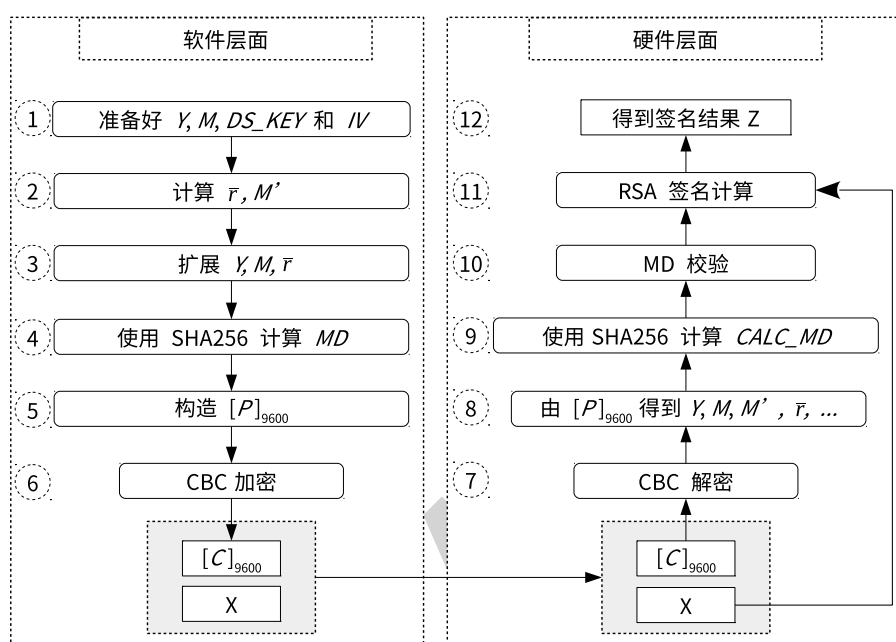

图 21-1. 软件准备工作与硬件工作流程
如果用户想使用 DS 模块进行数字签名，软件和硬件必须紧密配合才可以顺利完成，并且软件需要做一系列准备工作，如图 21-1 所示。图中左半边给出了在硬件开始 RSA 签名计算之前，软件需要做哪些准备工作。图中右半边展示了硬件在整个签名计算的过程中具体会做些什么。
- 对于多次签名计算，软件准备工作（图 21-1 左侧）只需要进行一次，但对于每一次签名计算，硬件运算（图 21-1 右侧）都需要重新进行。
用户需要依照图 21-1 指定的步骤来计算 C 。详细的过程描述如下：
1. 解析阶段, 即图 21-1 中的步骤 7 和步骤 8
解析过程是图 21-1 中步骤 6 的逆过程。DS 模块将调用 AES 硬件加速器以 CBC 块模式对输入的密文信息 C 进行解密, 获取明文信息。该过程可以表示为 $P = \text{AES-CBC-DEC}(C, DS_KEY, IV)$, 其中 IV 就是 $[IV]_{128}$, 由用户直接指定; $[DS_KEY]_{256}$ 由硬件 HMAC 提供, 由存储在 eFuse 中的 $HMAC_KEY$ 得到, 软件无法获取。
2. 校验阶段, 即图 21-1 中的步骤 9 和步骤 10
DS 模块会执行两种校验操作: MD 校验和填充 (padding) 校验。由于填充校验和 MD 校验同步进行, 因此填充校验不在图 21-1 中体现。
3. 计算阶段, 即图 21-1 中的步骤 11 和步骤 12